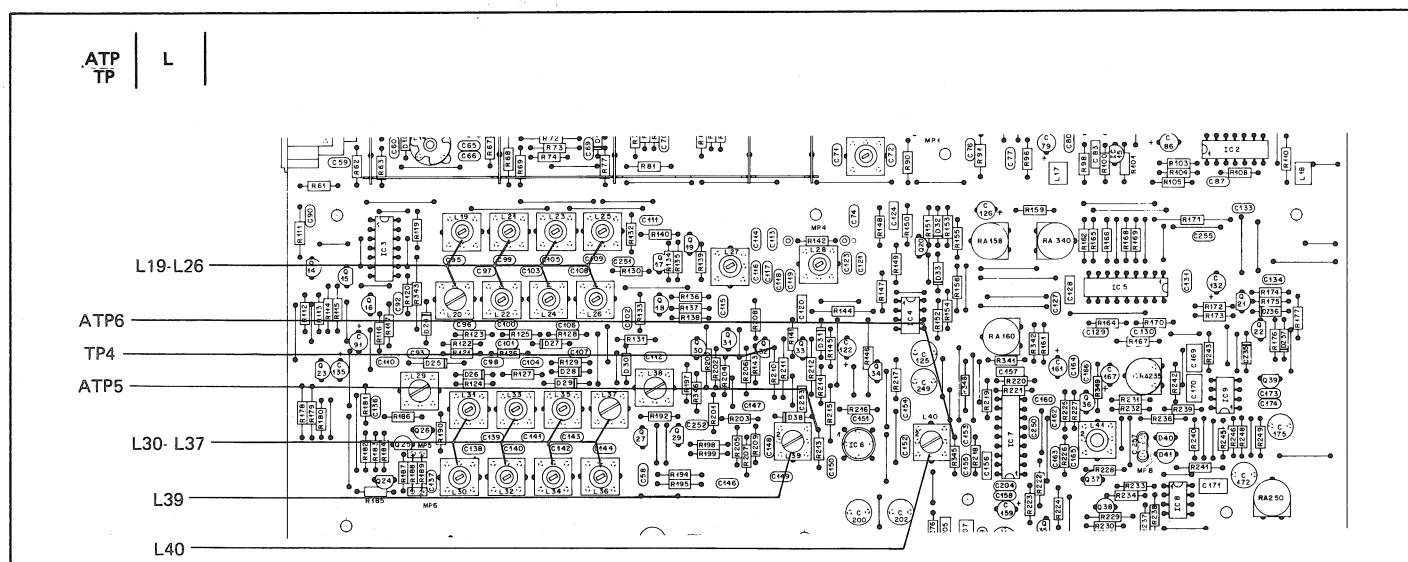

Fig.22
- Relier le voltmètre BF avec filtre passe-haut (fig. 22) à ATP15 (R291/IC14 broche 7).